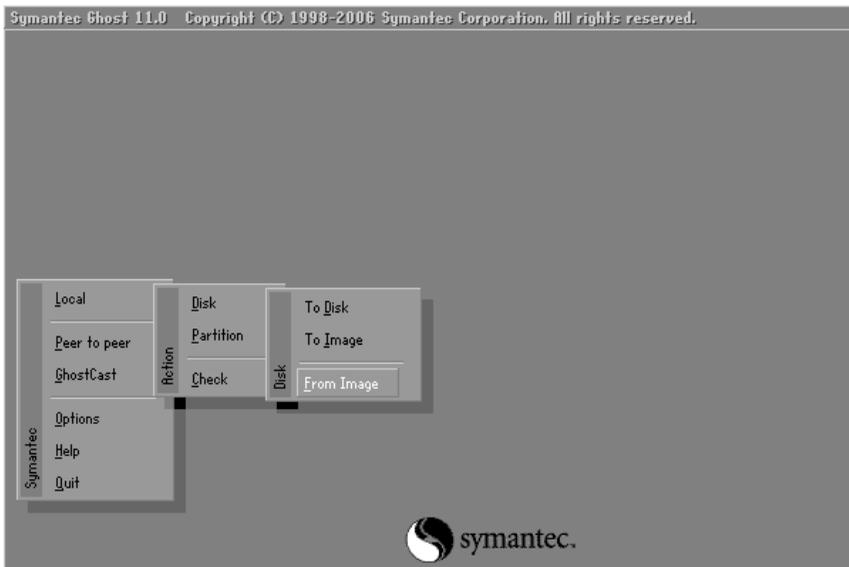

Рис. 6.1. Стартовое окно программы ghost32.exe
- выбираем Local -> Disk -> From Image; т.о. будем разворачивать диск из образа (Рис. 6.1).